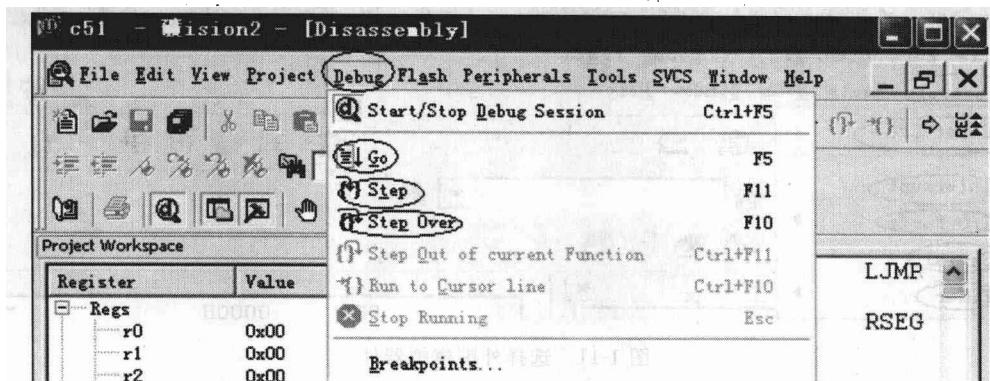

图 1-9 选择调试运行方式图
② 运行与调试。如图 1-9 所示，编译成功后，在项目工作界面点击 Debug 菜单，在下拉菜单中选中 Start/Stop Debug session，开始和停止调试。选择 Step，将单步运行调试；选择 Step Over，将跳过子程序单步运行；选择 Go，将运行直到一个中断。